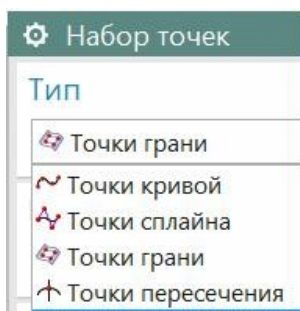
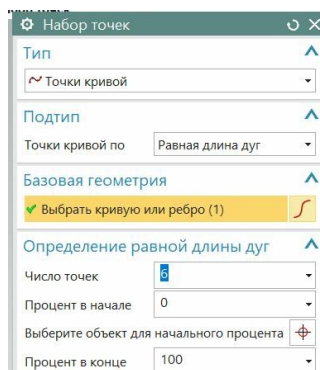

Рис.54
рис.55
- С помощью этой команды можно по длине кривой, или по площади поверхности (рис.54) расставить множество точек на равном расстоянии друг от друга (рис.55 - 57).